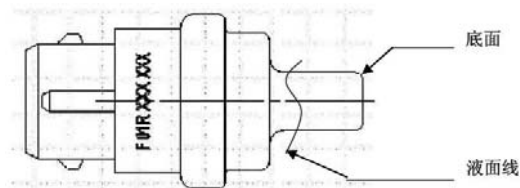

图3-10 液面位置示意图
(1) 在传感器的安装点应选择在冷却水流速较高、并能正确反应水温处，并确保液面超过图3-10所示底面至少10毫米，使传感器以较短的响应时间探测到准确的冷却水温度。